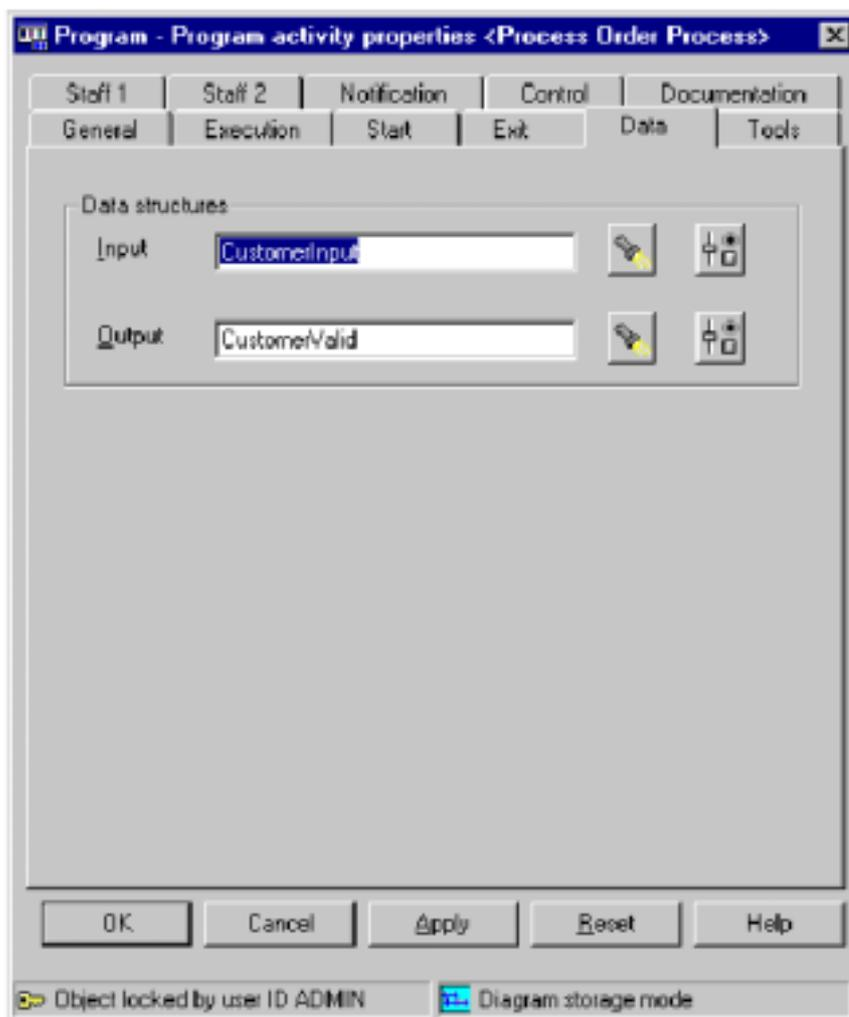

图 4-27 确认客户 (ValidateCustomer) 活动的数据 (Data) 标签
12. 从数据结构列表中选择**客户有效(CustomerValid)**并单击**确认(OK)**，将出现类似图 4-27 所示的窗口。